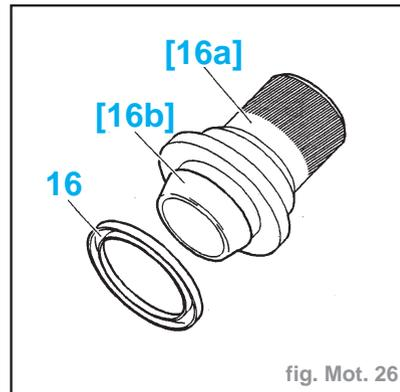

fig. Mot. 26
- Placer l'outil [16b] sur l'outil [16a] (tampon réf. 0189H2 et H1) (fig. Mot. 26).
- Monter la bague d'étanchéité (16) neuve à l'aide de l'outil [16a].